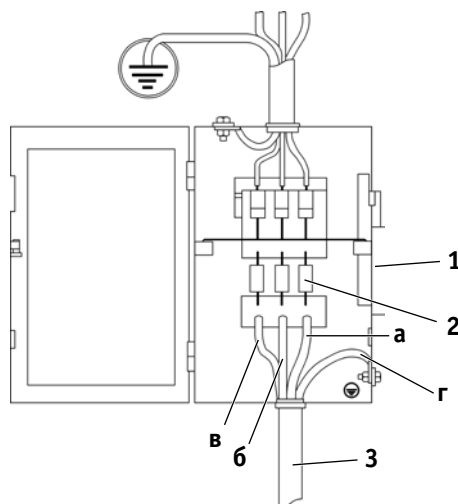

Рис. 8.2. Схема подключения к сети.
1. Подсоедините сетевой кабель к электросети с требуемыми параметрами. Проверьте надежность соединения кабеля и сетевой розетки (см. рис. 8.2).